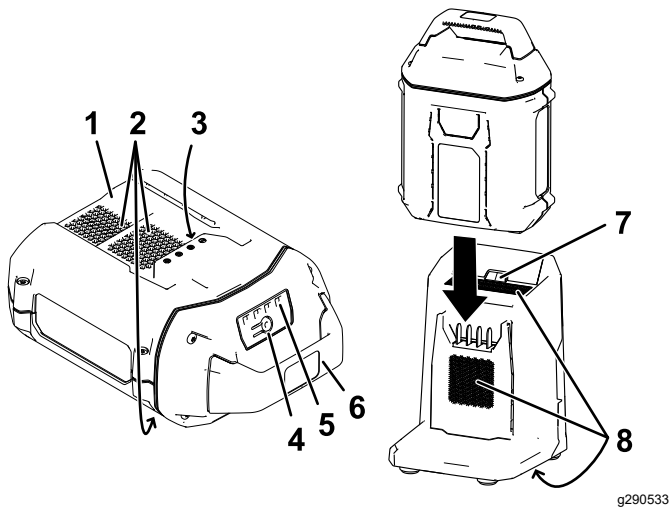

Figura 26
2. Allineate la cavità nel pacco batteria (Figura 26) con la linguetta sul caricabatterie.
3. Fate scorrere il pacco batteria nel caricabatterie fino a quando non è completamente in sede (Figura 26).